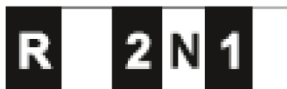

Рис. 14
Коробка передач мотоблока имеет 2 передачи вперед (1 и 2), и одну назад (R). N – нейтральная передача. (Рис. 14)